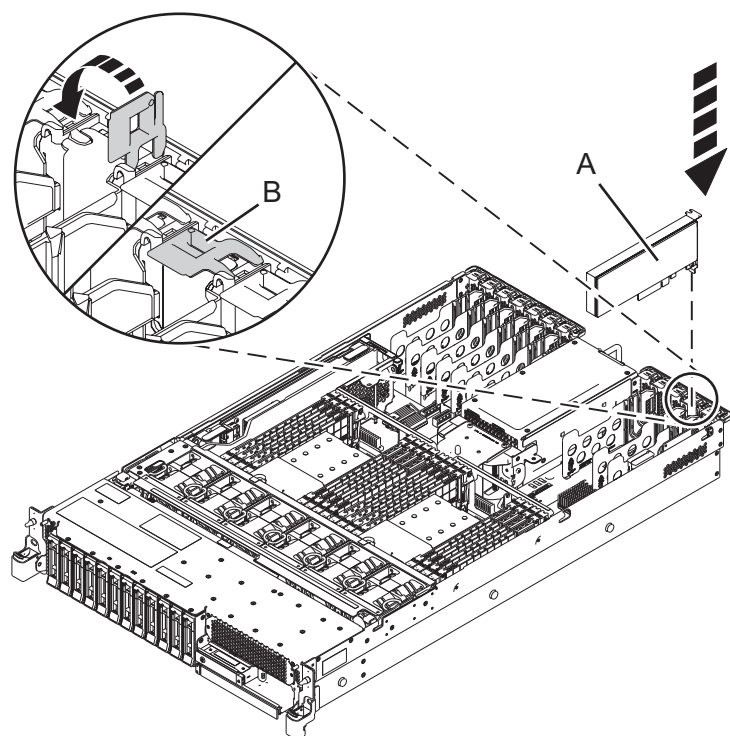

図 35. 5148-21L、5148-22L、8247-21L、8247-22L、8284-21A、または 8284-22A システムでの PCIe アダプターの取り付けまたは再取り付け
7. ターゲット・スロットにあるアダプター・ラッチ **(B)** がまだオープン（開いた）位置にない場合、ラッチを、システム背面でそのクリップから外側に回転させて、ラッチを引っ張ってオープン（開いた）位置にします（以下を参照）。図 35
8. アダプターの上端またはテール・ストックを注意深く握り、図に示すように、システム・バックプレーン **(A)** のスロットとそのコネクタにアダプターを位置合わせします。図 35
10. アダプターをスロットにロックするには、アダプター・ラッチ **(B)** を図に示されている方向に回転させます。図 35